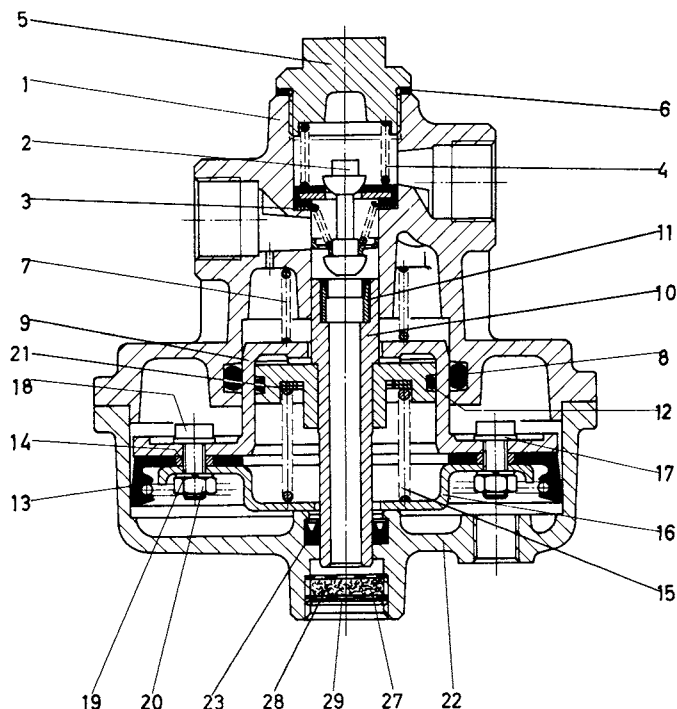

Abb. 1 (entnommen Ersatzteilblatt 473 003 - 100 Ausgabe Januar 1968).
- a) Die Einzelteile Pos. 2, 3, 4, 5 und 6 siehe Abb. 1 aus dem Gerät ausbauen.
- a) Dichtring (2) mit der gummierten Seite nach unten, und das Ventil (3) ins Gerät einsetzen (siehe Abb. 1).
b) Die Druckvoreilung von $0,3$ bis $0,7$ kp/cm^2 läßt sich durch Einlegen von max. 2 Scheiben (Bestell - Nr. 895 103 321 4) korrigieren (siehe auch Pos. 21, Abb. 1).